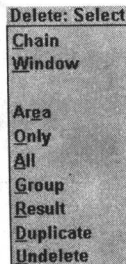

图 1.8
- ❑ Delete（删除）：从屏幕中按照约束条件删除选择的图形，如图 1.8 所示。